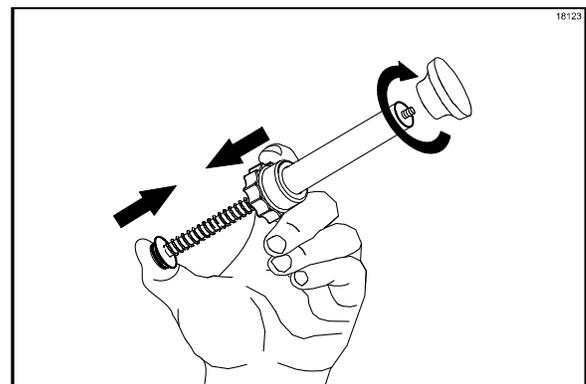

图 92
7. 拿住螺母，按压柱塞的端部，使其压缩弹簧，直到带有螺纹的杆端从柱塞管的另一端伸出来。将旋钮安装到柱塞组件上带有螺纹的一端，并沿顺时针方向转动以上紧旋钮。（见图 92。）